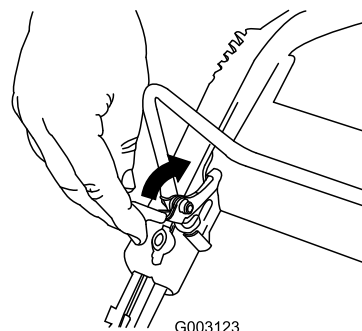

Figura 16
Pentru a opri motorul, apăsați i menineți apăsat butonul de oprire al acestuia (Figura 16) până la oprirea completă.
1. Trageți elementul de blocare a barei de comandă spre spate (Figura 16).